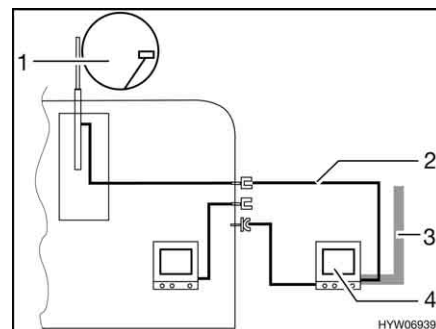

Fig. 113 TV nella tenda veranda
- TV nella tenda veranda (Fig. 113,4): Collegamento all'antenna del tetto (Fig. 113,1) con cavo di collegamento (Fig. 113,2)
- TV nella tenda veranda (Fig. 113,4): Collegamento a antenna esterna (Fig. 113,3)